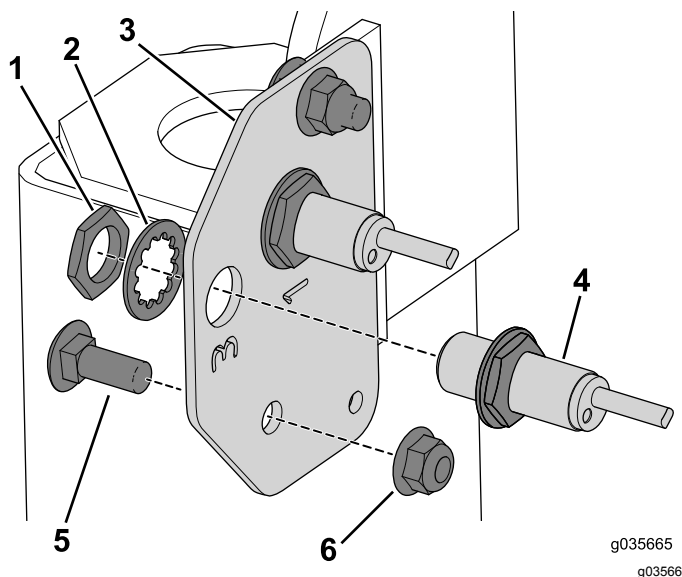

Figura 17
- Utilize os dois parafusos de carroçaria (3/8 x 1 pol.) e as porcas flangeadas para prender a placa do sensor direito à máquina (Figura 17).
- Utilize as porcas de retenção e anilhas para prender os sensores de proximidade que removeu previamente na placa do sensor direito (Figura 17).